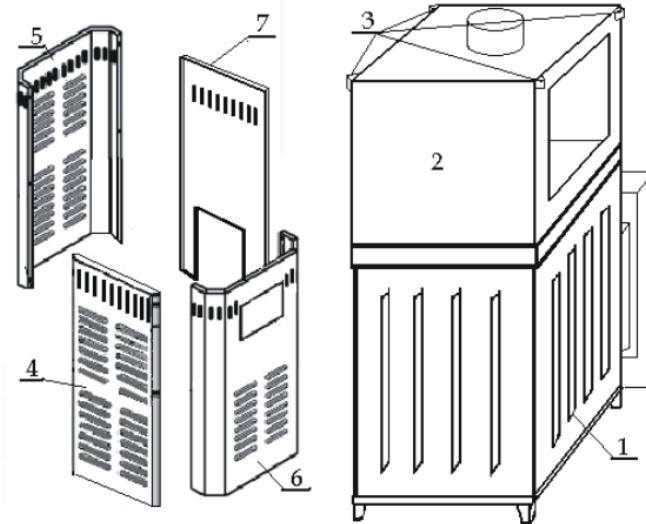
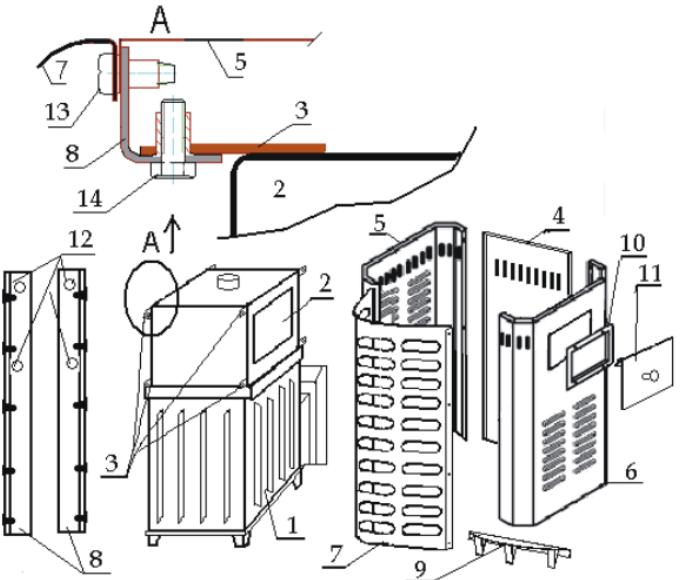

Рис.2. Сборка облицовки печи Сударушка М
Рис. 3. Сборка облицовки печи «Сударушка МК»
- установить детали (2,3 и 4) на основание (1) предварительно промазав все стыкующиеся поверхности жаростойким герметиком;
- установить колосниковую решетку (5) на приливы стенок (2,4);
- придерживая стенки (2,4), установить крышку топки (6) более глубокой частью вверх;
- на крышку топки (6) установить емкость для камней (7);
- в раструб тоннеля (8) уложить уплотнительный шнур (9) и закрепить тоннель на передней стенке (4) болтами (10).
5.2. Облицовка Сударушки М собирается из щитков (4,5, 6,7), с помощью винтов и гаек (см. рис.2):
- щиток с вырезом (7) установить так, чтобы он совпал с окном емкости для камней (2);
- верхний отгиб щитков должен лежать на кронштейны (3) ёмкости для камней (2).
5.3. Сборка облицовки Сударушки МК, (см. рис.3):